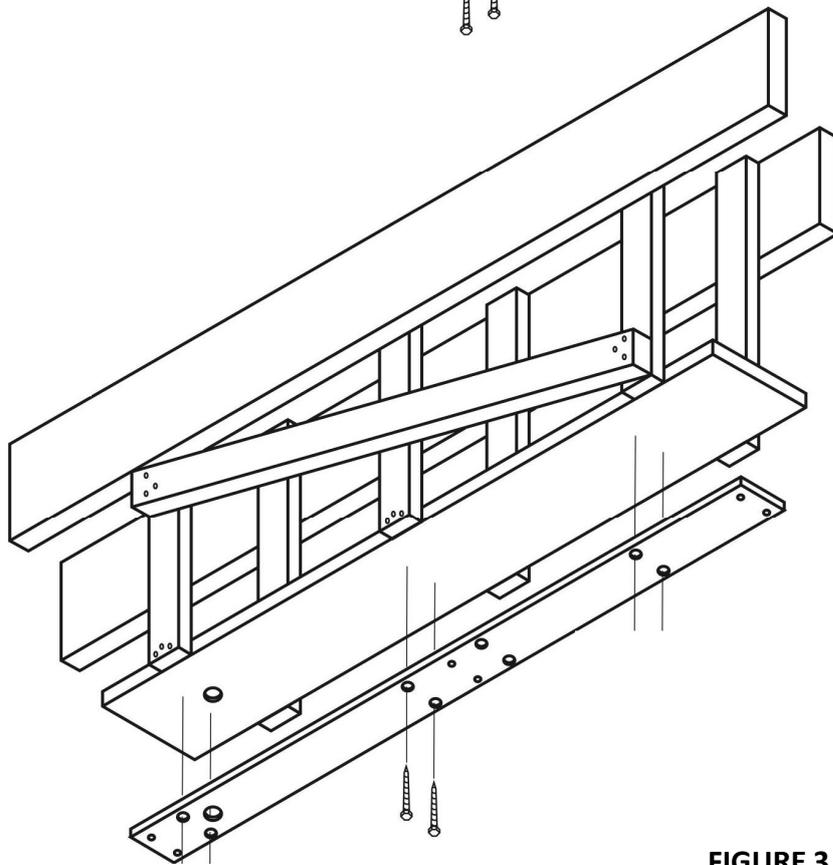

FIGURE 3
C) Sur un plafond suspendu, une structure rigide adéquate doit être attachée au cadre du plafond afin qu'il puisse supporter un poids mort de 90 kgs (200 lbs). (voir FIGURE 3)